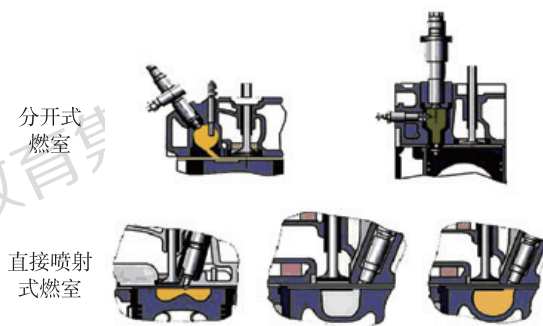

图 4 燃烧室
(2) 直接喷射半开式 W 型燃烧室（如图 4 所示）燃烧室结构紧凑，进气涡流中等，散热损失小，启动方便，经济性好，对提高转速的适应性有利，仍存在工作粗暴的缺点。W 燃烧室可适应在较高转速的中等功率柴油机上应用，采用多孔喷油嘴。
燃烧室分两部分，占一半以上容积的涡流在气缸盖内，其余的主燃烧室在活塞顶内，混合气形成和燃烧主要利用有组织的压缩涡流。如图 4 所示涡流室工作柔和，高速适应性好，但因散热损失大，经济性较差，启动也较困难，涡流室适用于小缸径高速柴油机上，采用轴针式喷油嘴。